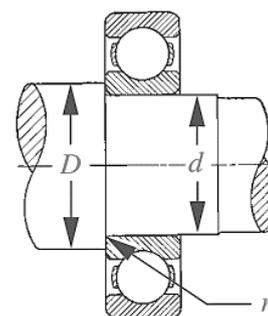

Figura 1.2
- 1.1.2** O veio representado na Figura 1.2 é de aço de liga com as seguintes propriedades mecânicas: $\sigma_R = 520 \text{ MPa}$ e $\sigma_C = 350 \text{ MPa}$. O rolamento 6408 impõe um carregamento radial contante ao veio, gerando um momento fletor $M=230\text{Nm}$ sobre o próprio veio. Determine o raio de concordância r que permite o alojamento do rolamento no diâmetro d sabendo que se pretende uma vida infinita. Dados: fiabilidade de 90%, o veio é maquinado, assuma um coeficiente de segurança dinâmico de 2, $d = 40 \text{ mm}$ e $D = 60 \text{ mm}$.